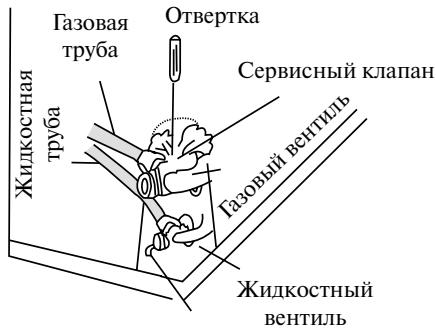

Рис. 7
- Полностью откройте жидкостный и газовый вентили (см. рис. 7).